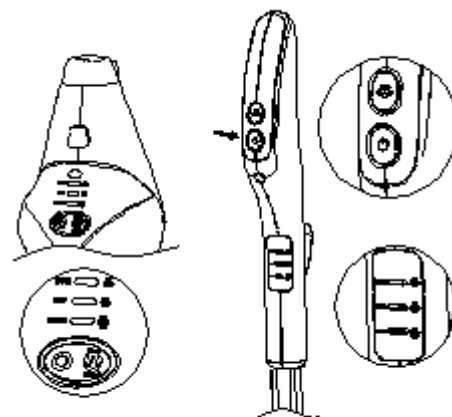

Abb. 9
- 3 Die Anzeigelampe des Hauptkörpers blinkt. Drücken Sie die Ein/Aus-Taste (3) am Handgriff; die Anzeigelampe am Hauptkörper leuchtet dann rot und die Dampfzubehör-Anzeigelampe (6) am Handgriff und die Dampfzubehör-Anzeigelampe (10) am Hauptkörper leuchten auf. Nach 25 Sekunden leuchtet die Anzeigelampe am Hauptkörper blau. Das Gerät stößt Dampf aus. (Abb. 9)
- 4 Drücken Sie den Dampfregler (2) am Handgriff, um abhängig von dem zu reinigenden Gegenstand die Dampfmenge einzustellen.